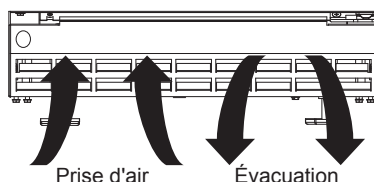

Figure 2
- 8 Placez l'appareil de façon à permettre une libre circulation d'air dans la grille avant (Figure 2).